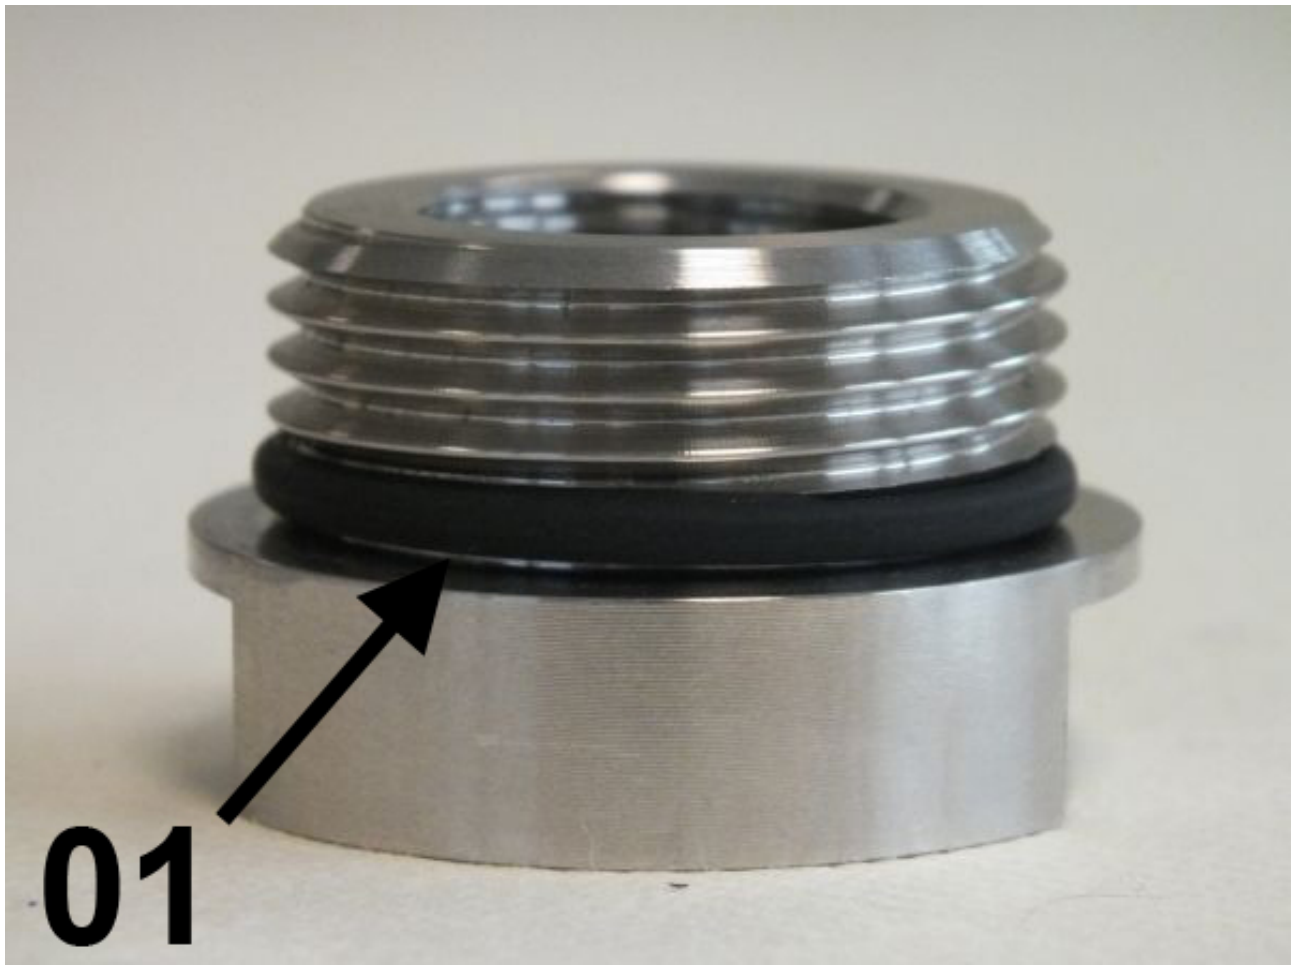

Abb. 54: Position des O-Rings
- 1.** ➔ O-Ringe (Abb. 53/02) mit Hilfe des O-Ring Montagewerkzeuges (Abb. 53/01) auf beide Verschraubungen (Eingang/Ausgang) aufziehen, so dass diese im O-Ringsitz der Verschraubungen sitzen (Abb. 54/01). Dabei darauf achten, dass die O-Ringe nicht überdehnt werden
- 2.** → Position des O-Rings auf der Verschraubung (Abb. 54/01)